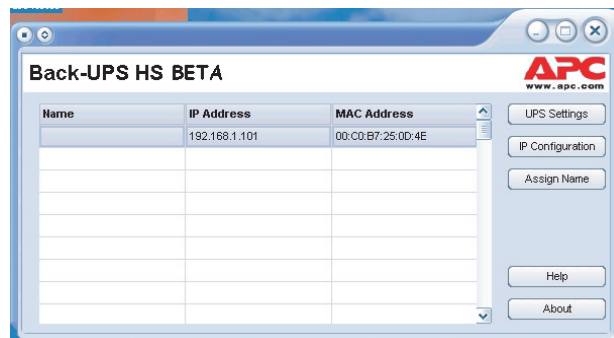
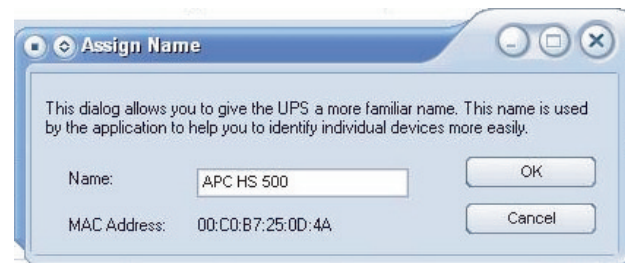

Рисунок 8. Окно IP- и MAC-адресов ПО Back-UPS HS
Рисунок 11. Окно присвоения имени
10. Для того чтобы присвоить устройству Back-UPS имя, нажмите кнопку **Assign Name (Присвоить имя)** и введите его в соответствующем диалоговом окне (Рис. 8). Присвоенное имя появится в левой от IP-адреса колонке (Рис. 11). При этом имена не должны повторяться.